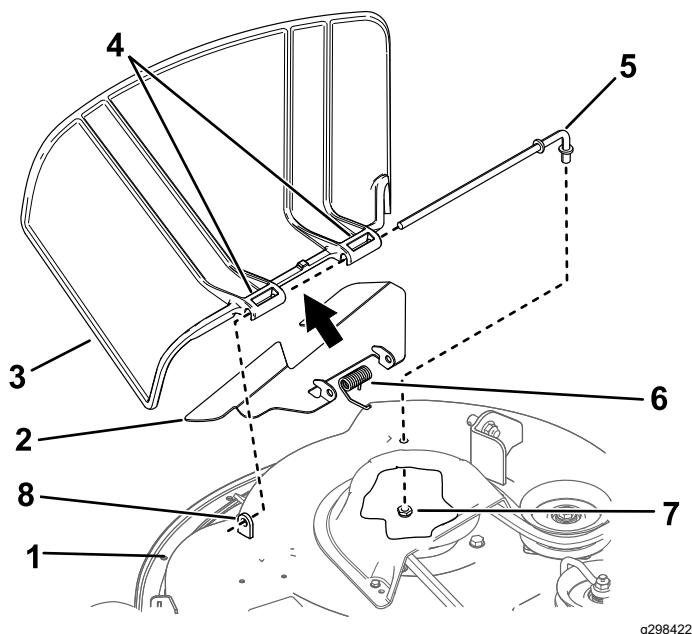

Bild 74
- Nehmen Sie die Mutter ($\frac{3}{8}$ ") aus der Stange unter dem Mähwerk ab (**Bild 74**).
2. Schieben Sie die Stange aus dem kurzen Vorsprung, der Feder und dem Ablenkblech (Bild 74).
4. Montieren Sie das neue Ablenkblech (Bild 74).
7. Schieben Sie die Stange durch den zweiten Drehzapfen am Grasablenkblech (Bild 74).
9. Befestigen Sie das hintere Stangenende mit einer Mutter ($\frac{3}{8}$ ") am Mähwerk, wie in Bild 74 abgebildet.